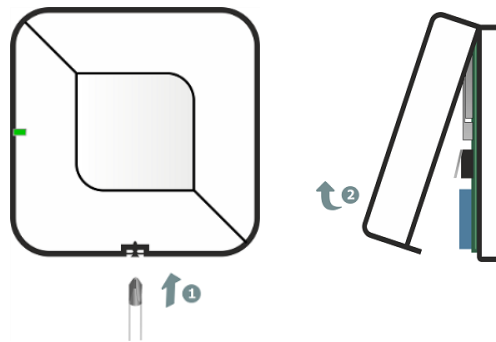

Рисунок 6.2 – Вскрытие корпуса сирены
2. С помощью индикации на сирене. Для этого вскройте корпус сирены, если он был закрыт (см. рисунок 6.2), и дважды нажмите на кнопку тампера (6, рисунок 2.1). Посмотрите на индикатор сирены. Соответствие уровня связи и индикации представлено в таблице 8.1.
2. Вскройте корпус сирены, если он был закрыт (см. рисунок 6.2).
1. Вскройте корпус сирены, если он был закрыт (см. рисунок 6.2).